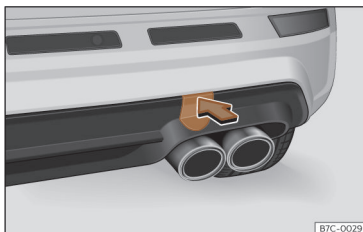

Fig. 185 En el lado derecho del paragolpes trasero: retirar la tapa.
El alojamiento de la argolla de remolque enroscable se encuentra en el lado derecho del paragolpes trasero detrás de una tapa >>> **fig. 185**.
- Presione sobre la zona superior de la tapa >>> **fig. 185** para desencastarla.